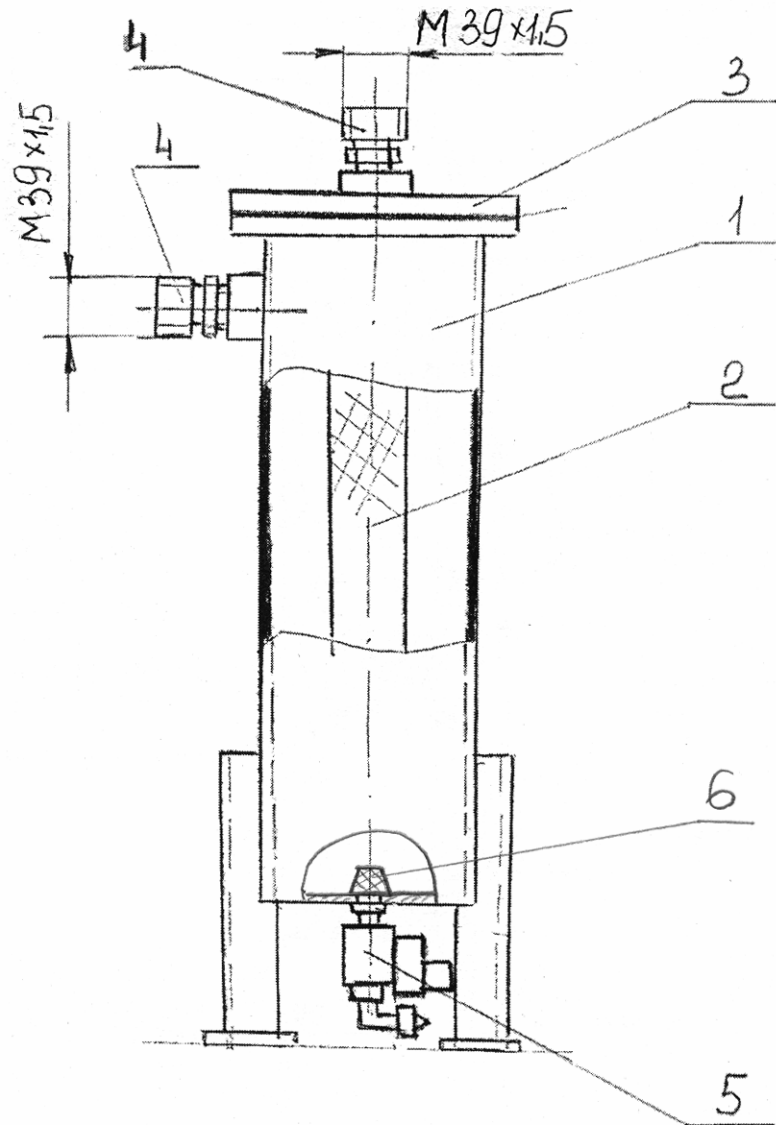

Рисунок 8 Фильтр-влагоотделитель
4.1.9 Фильтр-влагоотделитель (рис. 8) предназначен для очистки сжатого воздуха от влаги, возникающей после охлаждения воздуха в радиаторе. Влагоотделитель состоит из сварного корпуса в котором установлен сменный фильтроэлемент.